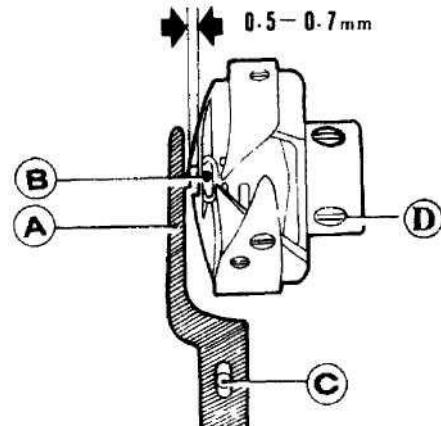

Рис. 31
6.1.3 Разборка и установка челнока (рис. 31)
6.1.4 Регулировка зазора между держателем шпульного колпачка в челночном механизме и позиционирующей пластиной держателя шпульного колпачка (рис. 31).